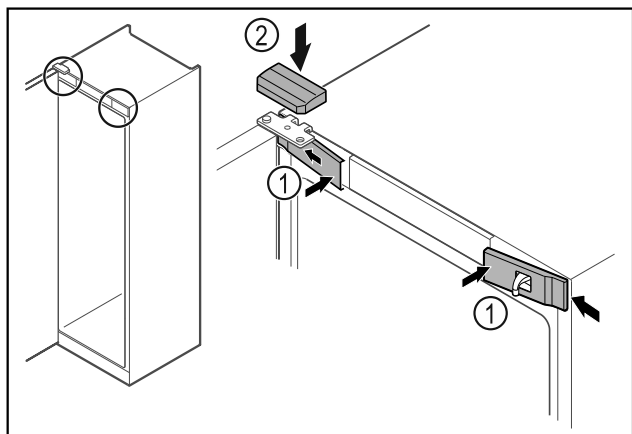

Fig. 46
- ▶ Přední kryt Fig. 46 (1) bočně zahákněte a zaklapněte.
- ▶ Horní kryt Fig. 46 (2) shora zaklapněte.